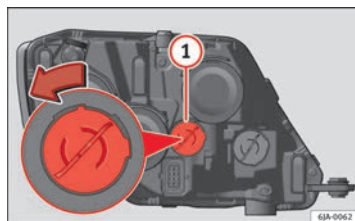

Fig. 152 Substituição da lâmpada da luz diurna
- Rode o porta-lâmpadas ⇒ Fig. 152 ① para a esquerda e retire-o.